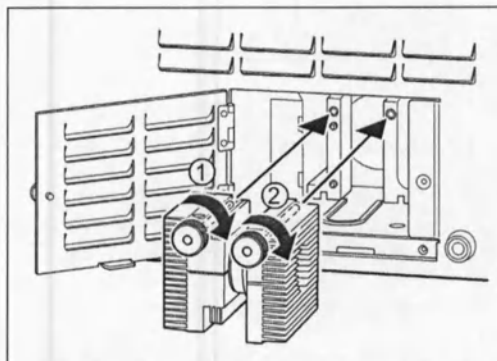

Рисунок 6.4
- 1 Держите картридж лампы таким образом, чтобы два винта на картридже лампы находились спереди, и полностью вставьте его в корпус, при этом удерживая его прямо. (см. рисунок 6.4.)